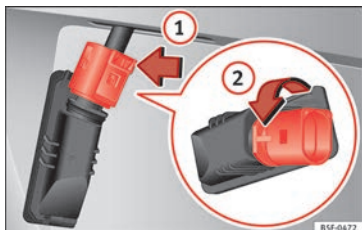

Abb. 115 Kennzeichenleuchte: Lampenträger ausbauen.
3. Drücken Sie an der Steckerverriegelung »» **Abb. 115** in Pfeilrichtung ① und ziehen Sie am Stecker.
4. Drehen Sie den Lampenträger in Pfeilrichtung ② und ziehen Sie ihn mit der Glühlampe heraus.
6. Setzen Sie den Lampenträger in die Kennzeichenleuchte ein und drehen Sie bis zum Anschlag in Gegenrichtung von Pfeil ②.